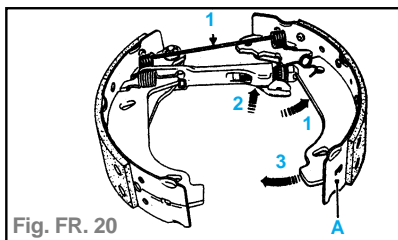

Fig. FR. 20
- Positionner le ressort supérieur (1) dans les encoches des deux segments, puis tirer suivant les flèches, l'empreinte de la vis doit se placer dans celle du segment primaire (fig. FR. 20).